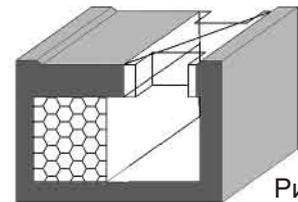

Рис. 1
Перемычки изготавливаются на строительной площадке путем резки боковых стенок универсальных блоков, благодаря чему образуется желоб для укладки арматуры и заливки бетоном (см. рис. 1). Перемычки устанавливаются на деревянную опалубку, закрепленную в верхней части проема и подгоняют одну к другой на ширину проема. При бетонировании блоки перемычек соединяются с основной кладкой, образуя единый бетонный каркас. Перемычки для пролетов до 2,0 м изготавливаются из половинчатых блоков (U/2). В случае, если пролет шире (максимум 4,0 м), перемычки состоят из целых проемных блоков (U).